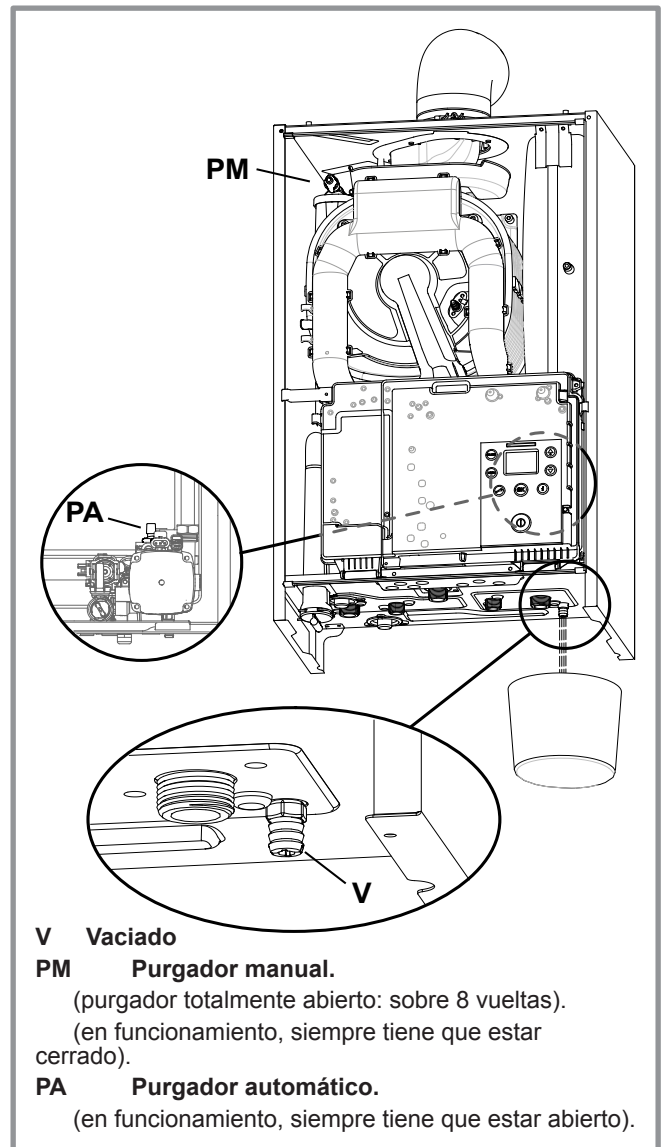

figura 31 - Purga y evacuación de la caldera
- Abra el purgador manual (figura 31).